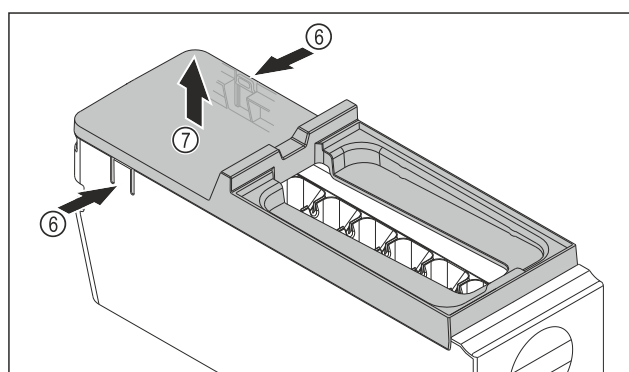

Fig. 112
- ▶ Udtagning af EasyTwist-Ice-legemets afdækning: Tryk på laskerne Fig. 112 (6) på begge sider af EasyTwist-Ice-legemet med den ene hånd.
- ▶ Tag afdækningen Fig. 112 (7) op og ud med den anden hånd.